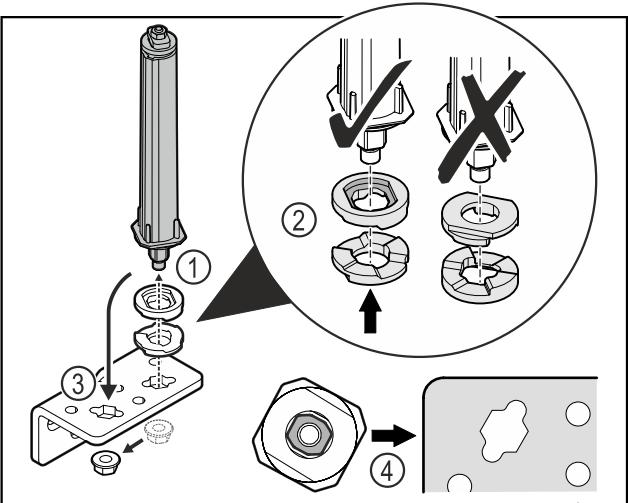

Fig. 39
▶ 松开螺母，并移除关门系统 Fig. 39 (1)。
▶ 确保高度调整垫片正确对齐 Fig. 39 (2)。
▶ 调换合页角铁中的关门系统并用螺母固定 Fig. 39 (3)。
▶ 装入时，确保关门系统正确对齐 Fig. 39 (4)。